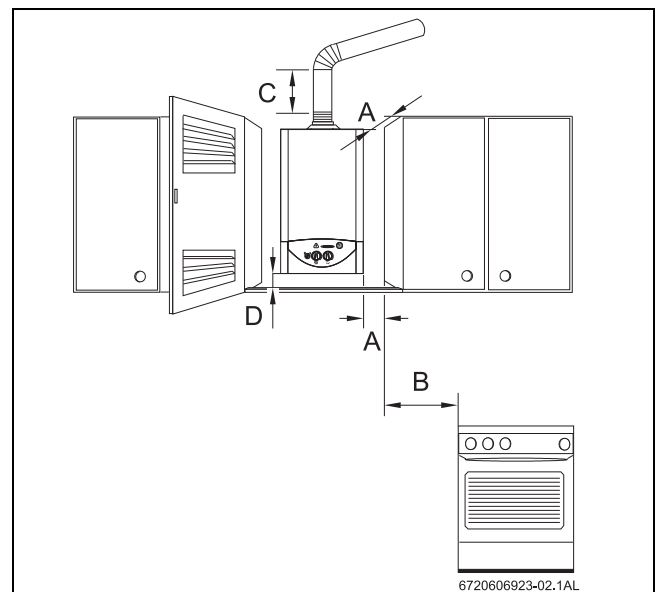

Fig. 7 Distances minimales
- ▶ Assurer un accès pour les travaux d'installation et d'entretien - pour cela, respecter les distances minimales indiquées sur la Fig. 7.